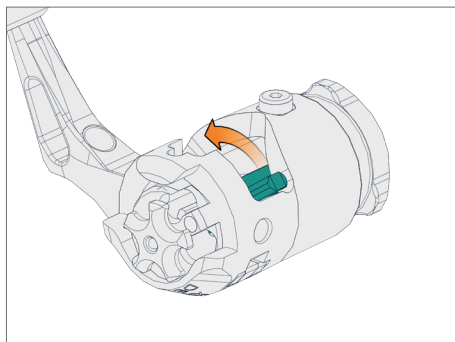

Abb. 9
- Schlagstück in die Mitte drücken um die Schlagstückfeder zu entlasten (Abb. 9).